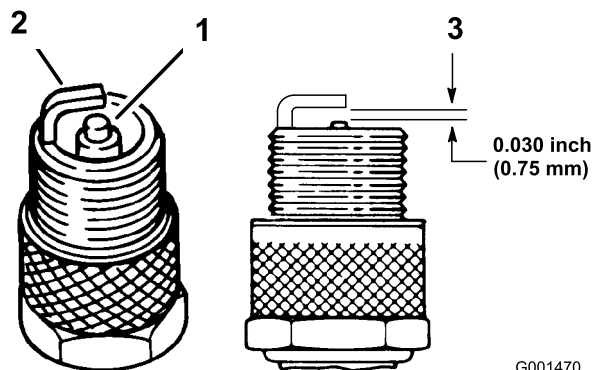

図 50
1. 中央の電極部（図 50）を観察する。絶縁体部がうす茶色や灰色なら適正、黒い汚れがある場合にはエア・クリーナの不良を考える。
2. すきまゲージでエア・ギャップの点検を行い（図 50）、隙間の大きさが適切でなければ側面の電極を注意深く曲げて調整する（図 50）。
3. 点火コードを接続する (図 50)。